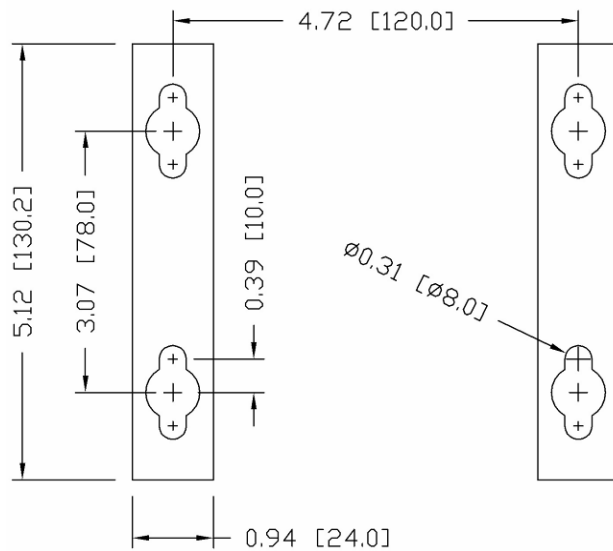

Figure 2-23: Emplacement des trous de montage
4. Marquez la position des trous de montage sur la surface verticale selon les dimensions indiquées à la Figure 2-23.